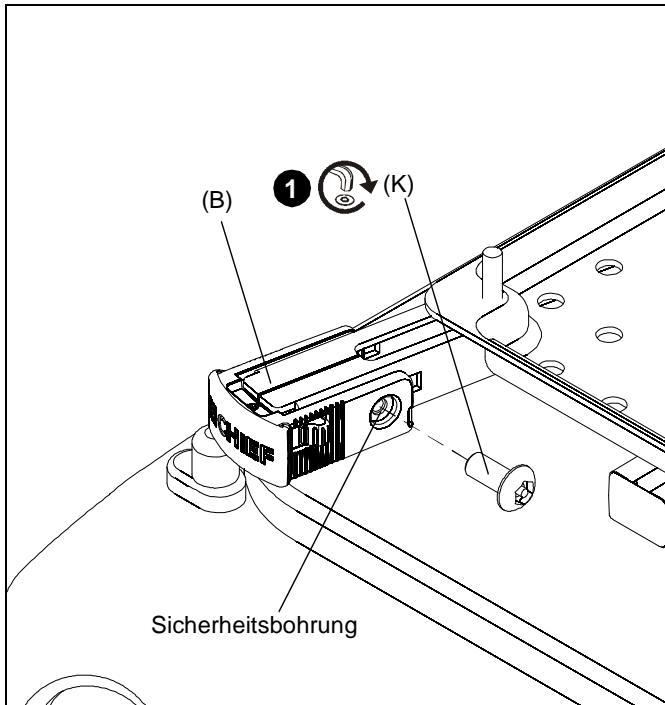

Abb. 9
- Montieren Sie Nr. 8-32 x 3/8"-Halbrundkopf-Sicherheitsschrauben (K) in die Sicherheitsbohrungen der SLBU/SLMU-Beine. (See Figure 9)